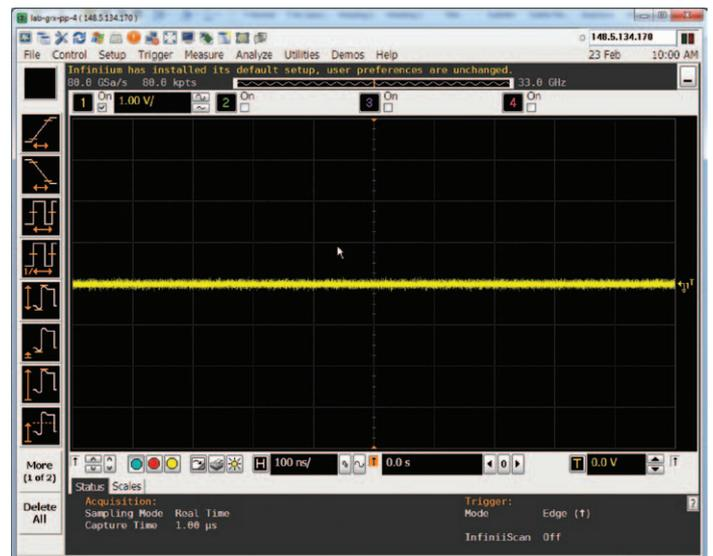

図1. いずれの入力も測定していないオシロスコープの画面
1. オシロスコープのチャンネルからすべての入力を切り離します。図1に示したような測定画面になります。